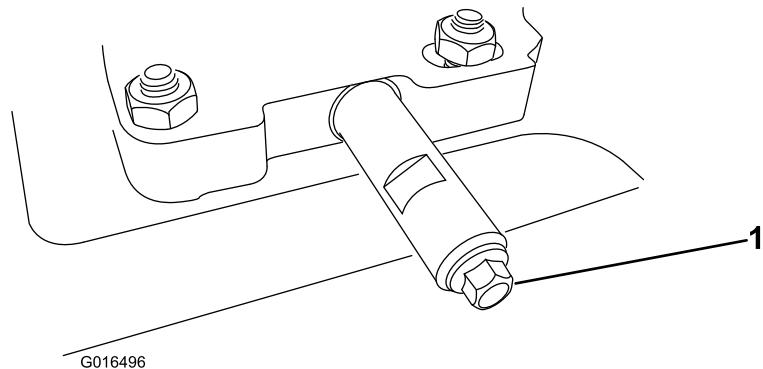

Figure 51
- Nettoyez la surface autour du bouchon de vidange d'huile (Figure 51).